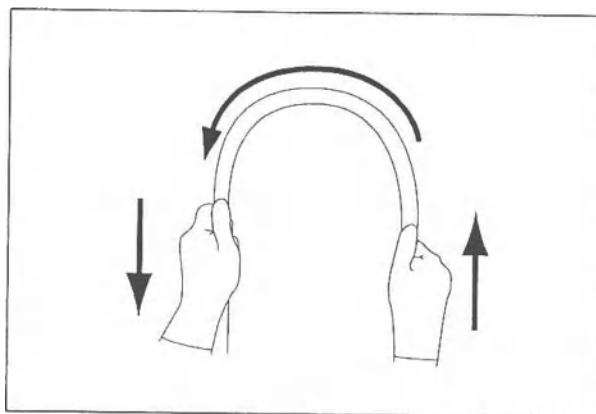

Рисунок 3.3.
5. Двумя руками сверните вводимую трубку эндоскопа в полукольцо. Затем передвигая руки в направлении, указанном стрелками на Рис. 3.3., убедитесь в том, что вводимая трубка по всей длине легко сгибается в полукольцо и что вводимая трубка пластична. Проверку эндоскопов с механизмом регулировки жесткости проводите как при самом гибком, так и при самом жестком состоянии вводимой трубки (только для эндоскопов с механизмом регулировки жесткости).